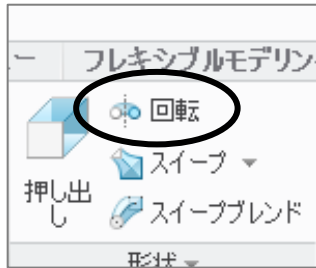
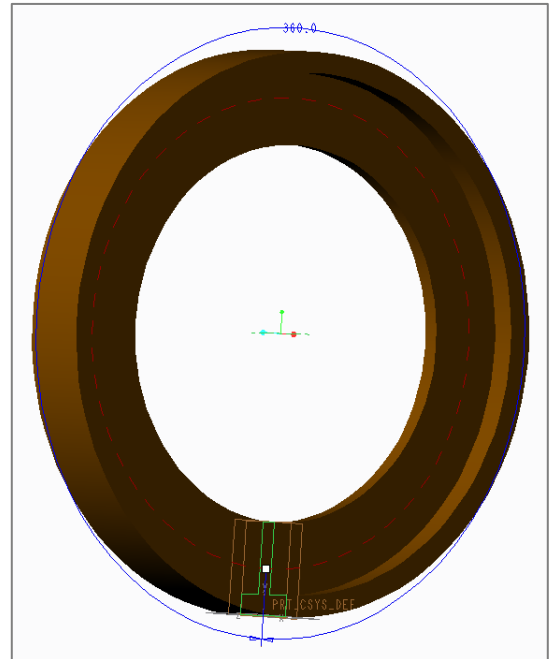

Fig.4 回転ツール
Fig.5 リング
3. Fig.4に示す回転ツールを選択し、360°回転してFig.5のようにリングを作成する。